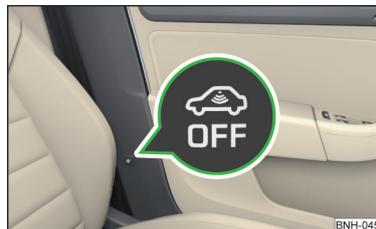

Fig. 48
- Presionar la tecla  en la columna central del lado del conductor » fig. 48, en la tecla ilumina la señal .